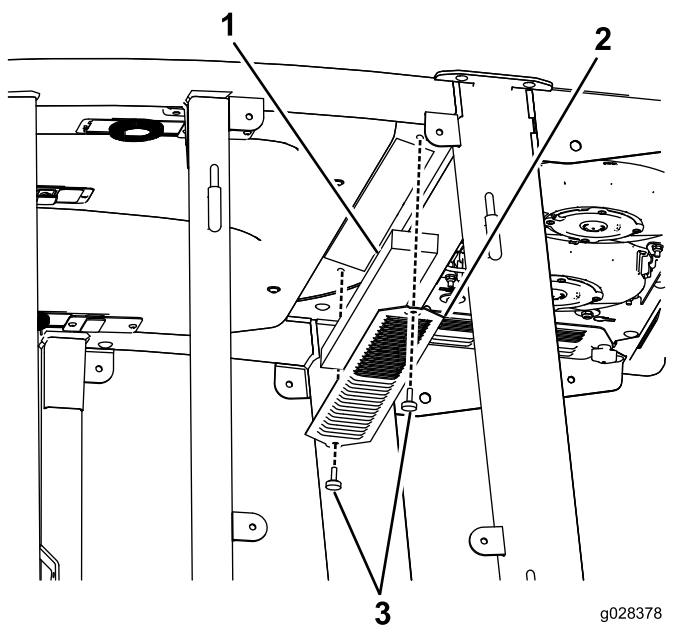

Figura 125
3. Retire el techo de la cabina tras quitar los 22 pernos que lo sujetan (Figura 125).
4. Retire los filtros de aire (Figura 125).
5. Retire y limpie los serpentines del aire acondicionado (Figura 125).